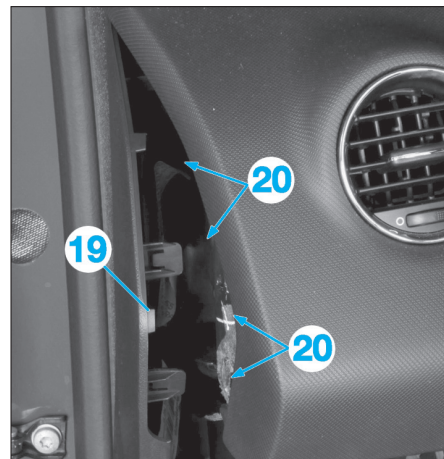

Fig. 11
- Dégrafer en (20) la garniture latérale (19) puis la déposer. Faire de même de l'autre côté (Fig.11).